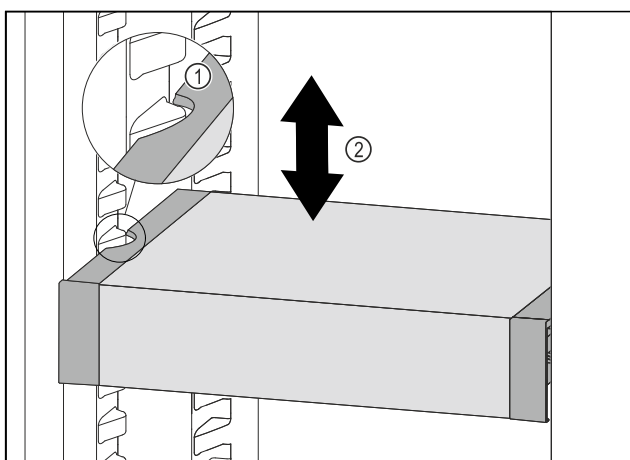

Fig. 204
- ▶ Táhněte VarioSafe dopředu, dokud nebudou boční vybrání VarioSafe na úrovni žebrování na nádoby v chladniče. Fig. 204 (1)
- ▶ Posouvejte VarioSafe v chladniče nahoru nebo dolů, dokud nedosáhnete požadované výšky. Fig. 204 (2)